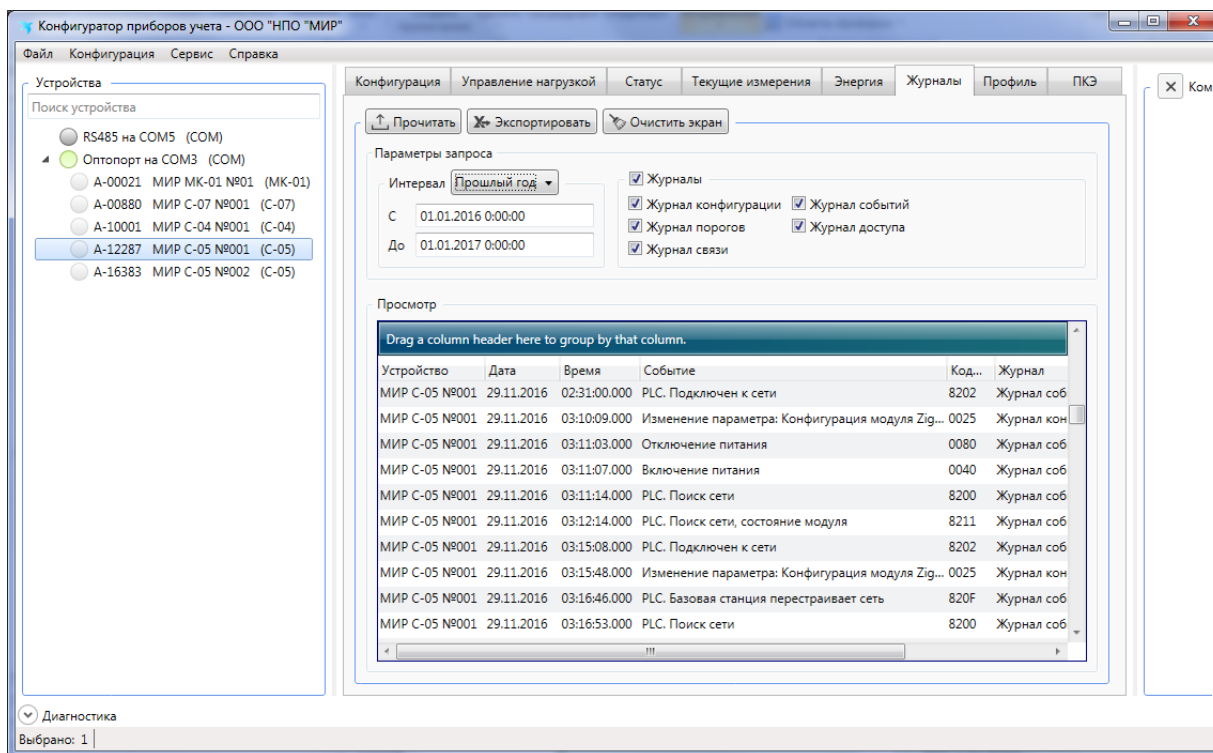

Рисунок 9.37 – Запрос журналов событий
9.8.5.1 Для просмотра журнала событий счетчика необходимо перейти на вкладку *Журналы* области параметров (рисунок 9.37).